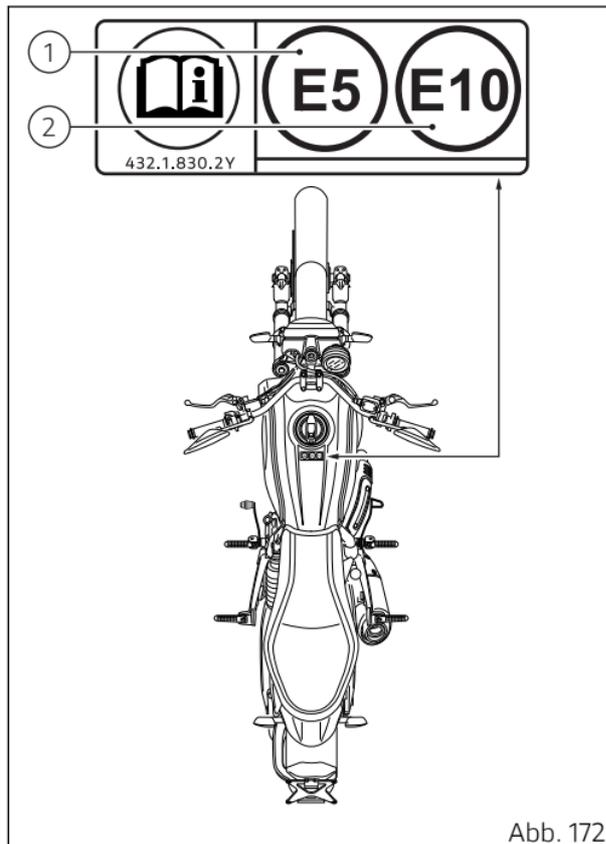

Abb. 172
Auf dem auf der (Abb. 172) dargestellten Aufkleber ist der für dieses Fahrzeug empfohlene Kraftstoff angegeben.
- 1) Der Bezug E5 auf dem Aufkleber (Abb. 172) weist auf die Verwendung des Benzins mit maximalem Sauerstoffgehalt von 2,7 % in Gewichtsanteilen und einen maximalen Ethanolgehalt 5 % in Volumenanteilen gemäß EN 228 hin.
- 2) Der Bezug E10 auf dem Aufkleber (Abb. 172) weist auf die Verwendung des Benzins mit maximalem Sauerstoffgehalt von 3,7 % in Gewichtsanteilen und einem maximalen Ethanolgehalt 10 % in Volumenanteilen gemäß EN 228 hin.